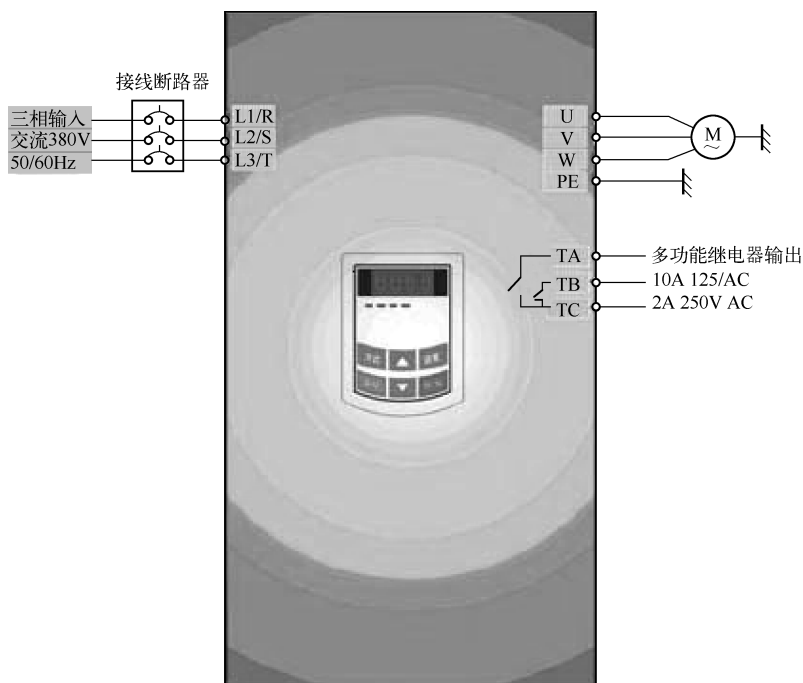

图 6-11 中源矢量变频器用控制面板操作配线
(1) 用控制面板进行频率设定、启动、正转、停止的操作过程。
① 按图 6-11 配线，检查接线正确后，合上空气开关，变频器上电；